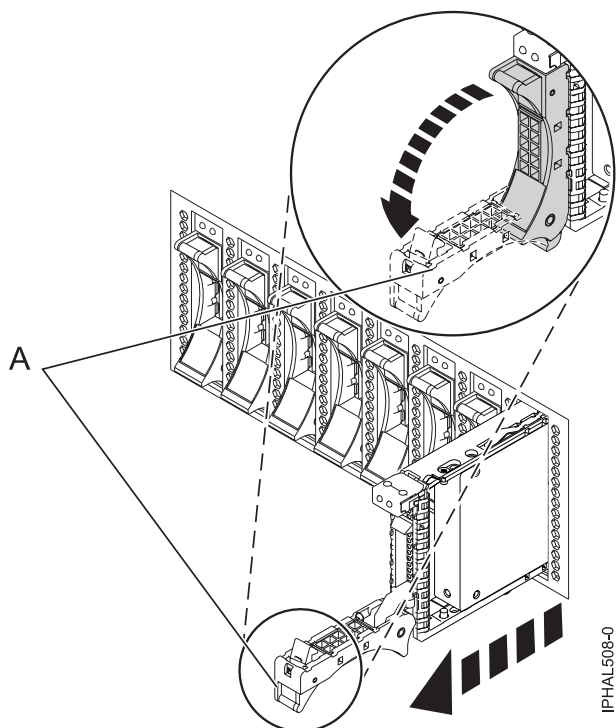

Figura 6. Removendo a unidade de disco do painel traseiro
- 1) Destrave a alça da unidade de disco (A) e puxe-a em direção a você para desprender a unidade de disco.
- 2) Coloque uma mão sob a unidade de disco e, com cuidado, puxe a unidade para fora do sistema, conforme mostrado em Figura 6 na página 8.